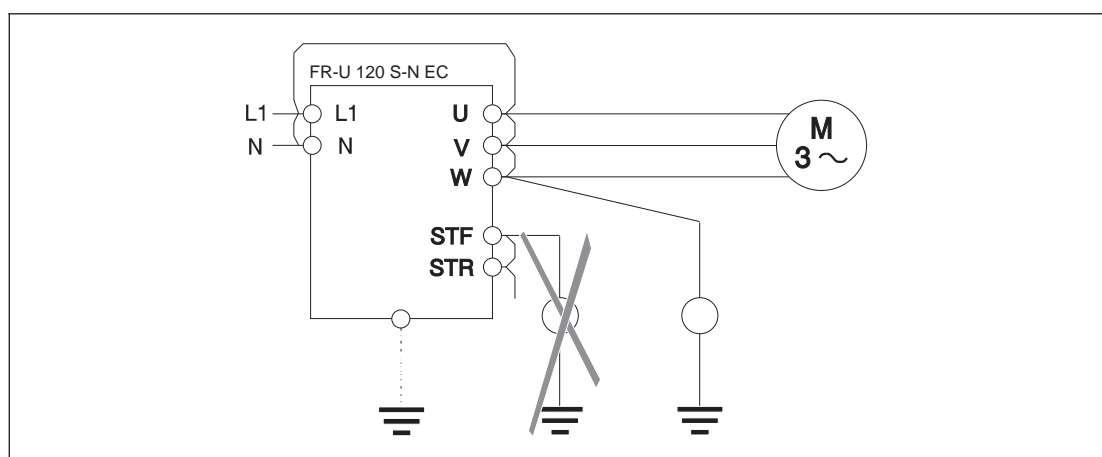

Abb. 7-1: Isolationsprüfung gegen Erde
- Die Isolationsprüfung ist ausschließlich für den Leistungsteil durchzuführen. Der Isolationsprüfer wird dabei entsprechend der Darstellung in Abbildung 7-1 angeschlossen. Eine Isolationsprüfung für den Steuerkreis ist nicht zulässig.